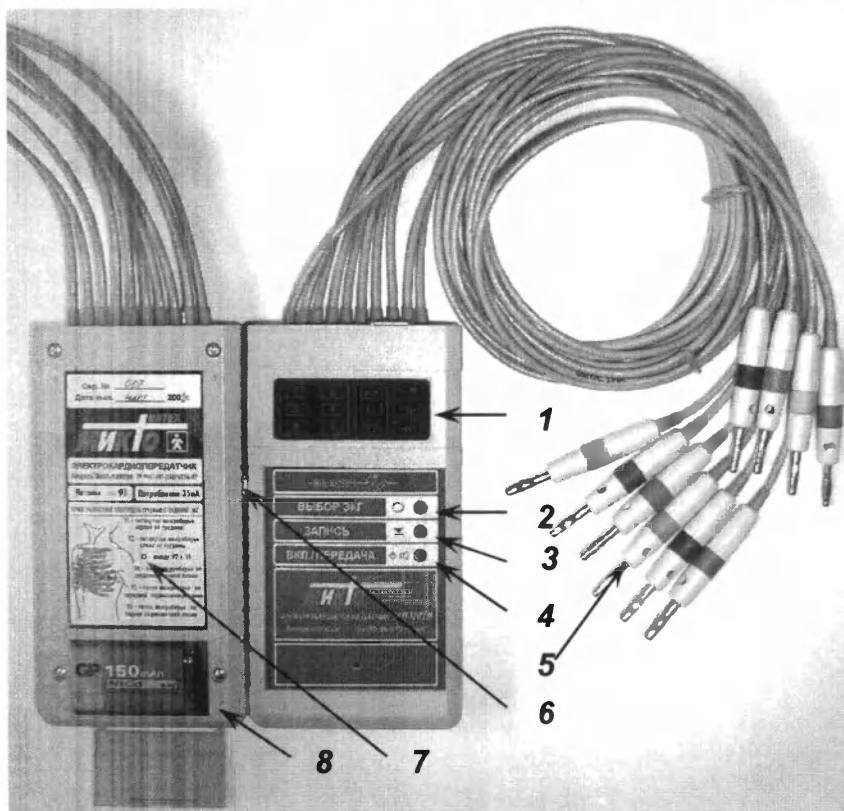

Рисунок 2.
5.1. ЭКП выполнен в пластмассовом корпусе на верхней крышке которого расположены (см. Рис.2) окно индикатора (1) и три кнопки: **ВЫБОР ЭКГ** (2) - для выбора номера записи ЭКГ, **ЗАПИСЬ** (3) и **ПЕРЕДАЧА** (4) - служащие и синхронной записи ЭКГ пациента во внутреннюю память ЭКП и ее воспроизведению в частотно-модулированном виде при передаче через телефонную линию связи. На торце корпуса ЭКП расположены разъем на 15 контактов для подключения кабеля пациента с 10-ю штекерами 4 мм (5) и разъем на 9 контактов последовательного порта RS232 для подключения кабеля связи с компьютером (на рисунке не указаны). На левой боковине корпуса расположен выключатель питания прибора (6). На задней крышке прибора находится этикетка со схемой расположения электродов в грудных отведениях ЭКГ по Вильсону (7) и отсек для батареи 9В со съемной крышкой (8).
6.2. На задней крышке ЭКП прикреплена табличка-шильд по ГОСТ 12969 (Рис. 2), на которой указаны :